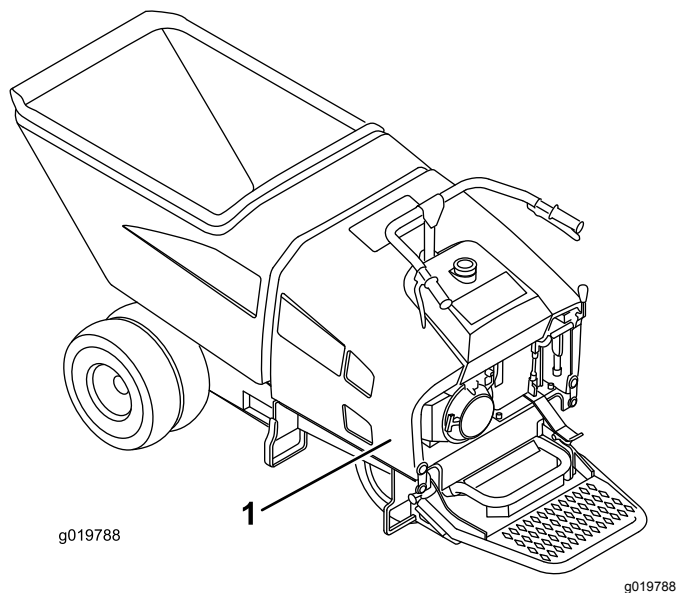

Figura 14
1. Antes de retirar la cubierta (Figura 14), apague el motor y deje que el motor se enfríe.